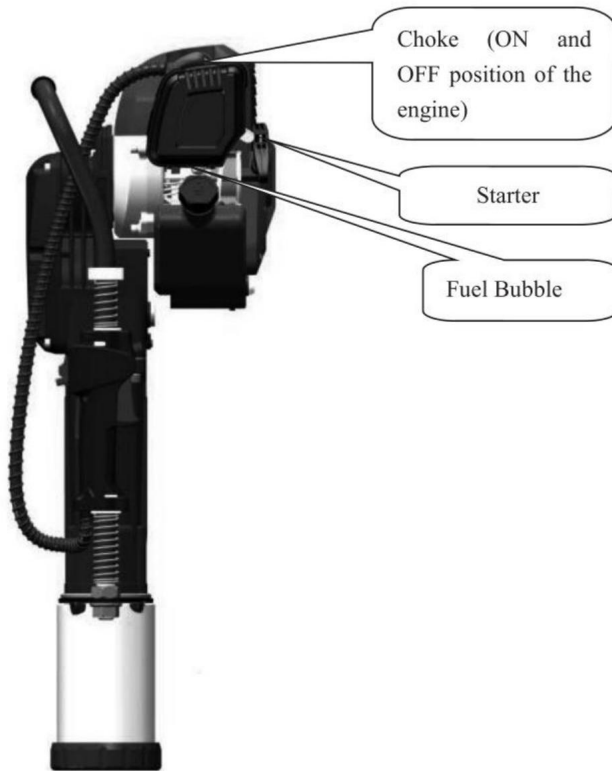

Abb. 4
5.1. Bevor Sie die neue Maschine starten, drücken Sie die transparente und halbkreisförmige Kraftstoffblase wiederholt (Abb. 4), bis der Vergaser mit Kraftstoff gefüllt ist.
5.2. Stellen Sie die Maschine gemäß Abb.4 aufrecht hin. Halten Sie den oberen Teil mit einer Hand fest am Griff, während die andere den Griff des Starter für über 50cm schnell. Den Zuggriff nicht frei zurückgehen lassen bei wiederholtem Ziehen, aber halten Sie es fest, um Verletzungen durch schnelles Widerstandsfähigkeit.